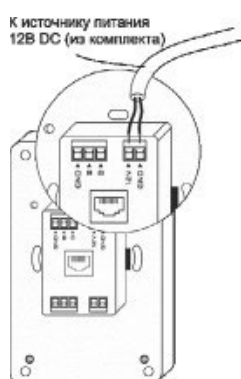
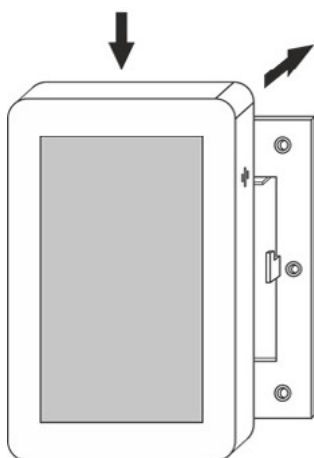

Рис.11
Рис.15
Подключить питание панели, соблюдая полярность +12В и GND от комплектного блока питания на соответствующие клеммы панели (см. рис. 11).
4. Подключить панель управления согласно выбранному типу подключения и схеме подключения (см. рис.11 или рис.12).
5. Установить панель на монтажную рамку согласно рисунку (см. рис.15).
Подключить панель управления согласно выбранному типу и схемы подключения (см. рис.11 или рис.12). 5. Установить панель на монтажную рамку согласно рисунку (см. рис.15).
5. Подключить панель управления согласно выбранному типу и схемы подключения (см. рис.11 или рис.12).